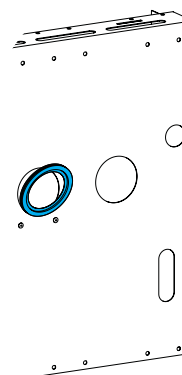

Figure 2
2. Insérer le joint du connecteur d'admission bleu dans l'orifice d'admission d'air sur le capot arrière. **Voir Figure 2.**